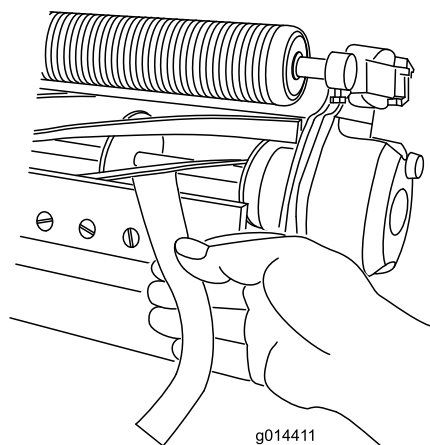

Figura 10
- B. Inserite una lunga striscia di carta di verifica del taglio (n. cat. Toro 125-5610) tra il cilindro e la controlama, perpendicolarmente alla controlama (Figura 10), poi **lentamente** ruotate il cilindro in avanti: dovrebbe tagliare la carta; in caso contrario, ripetete i passaggi A e B finché non la taglia.
11. Inserite una lunga striscia di carta di verifica del taglio (n. cat. Toro 125-5610) tra il cilindro e la controlama, perpendicolarmente alla controlama (Figura 10), poi **lentamente** ruotate il cilindro in avanti: dovrebbe tagliare la carta; in caso contrario, ruotate ciascuna vite di regolazione della barra di appoggio di uno scatto e ripetete questo passaggio fino a quando la carta non viene tagliata.